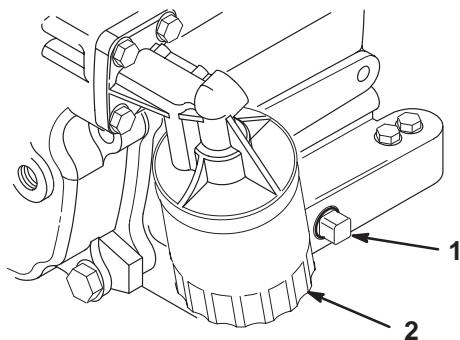

Figure 20
5. Enlevez le bouchon de vidange (Fig. 20) et laissez l'huile s'écouler dans un bac de vidange. Quand toute l'huile s'est écoulée, replacez le bouchon de vidange.
2. Déposez le filtre à huile existant (Fig. 20). Appliquez une fine couche d'huile propre sur le joint du filtre de recharge.